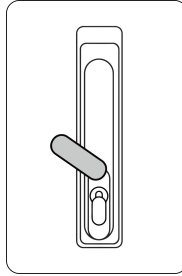

Abbildung 2
2. Schieben Sie die Abdeckung über dem Schlüsselloch nach oben. Siehe Abbildung 2.